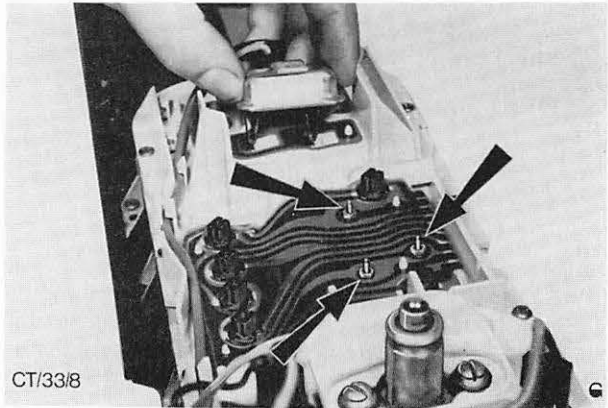
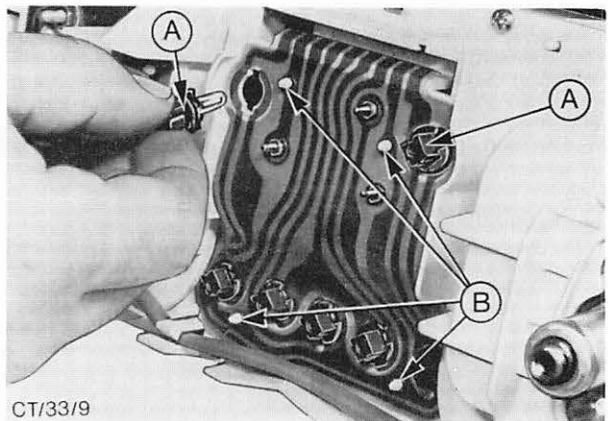

Abb. 8 Lage der Befestigungsmuttern — Zeituhr
Abb. 9 A = Lampenfassungen und Glühlampen — Zeituhrbeleuchtung
1. Beide Lampenfassungen der Uhrbeleuchtung sowie 5 Lampenfassungen — Kontroll-Leuchten herausnehmen, Abb. 9.
2. Schrauben (4) des kleinen Rundinstruments (Kraftstoff-Vorratsanzeiger / Kühlwasser-Fernthermometer) am Kombiinstrumentengehäuse sowie weitere 4 Schrauben des Geschwindigkeitsmessers am Kombiinstrumentengehäuse nur lösen (**nicht entfernen**).
3. Muttern und Scheiben der Uhrbefestigung (3 Stk.) entfernen, Abb. 8.
4. Kontaktplatte von den Haltestiften lösen, Abb. 9, und dabei aus dem Spalt zwischen dem Kombiinstrumentengehäuse und den gelösten Instrumenten freiziehen.
5. Kontaktplatte über die 4 Haltestifte andrücken, Abb. 9, und unter den Rand des Geschwindigkeitsmessers und kleinen Rundinstruments (Kraftstoff-Vorratsanzeiger/Kühlwasser-Fernthermometer) legen.
6. Uhr mit 3 Muttern und Scheiben befestigen, Abb. 8.
7. Glühlampen der fünf Kontroll-Leuchten und der Uhrbeleuchtung einsetzen, Abb. 9.